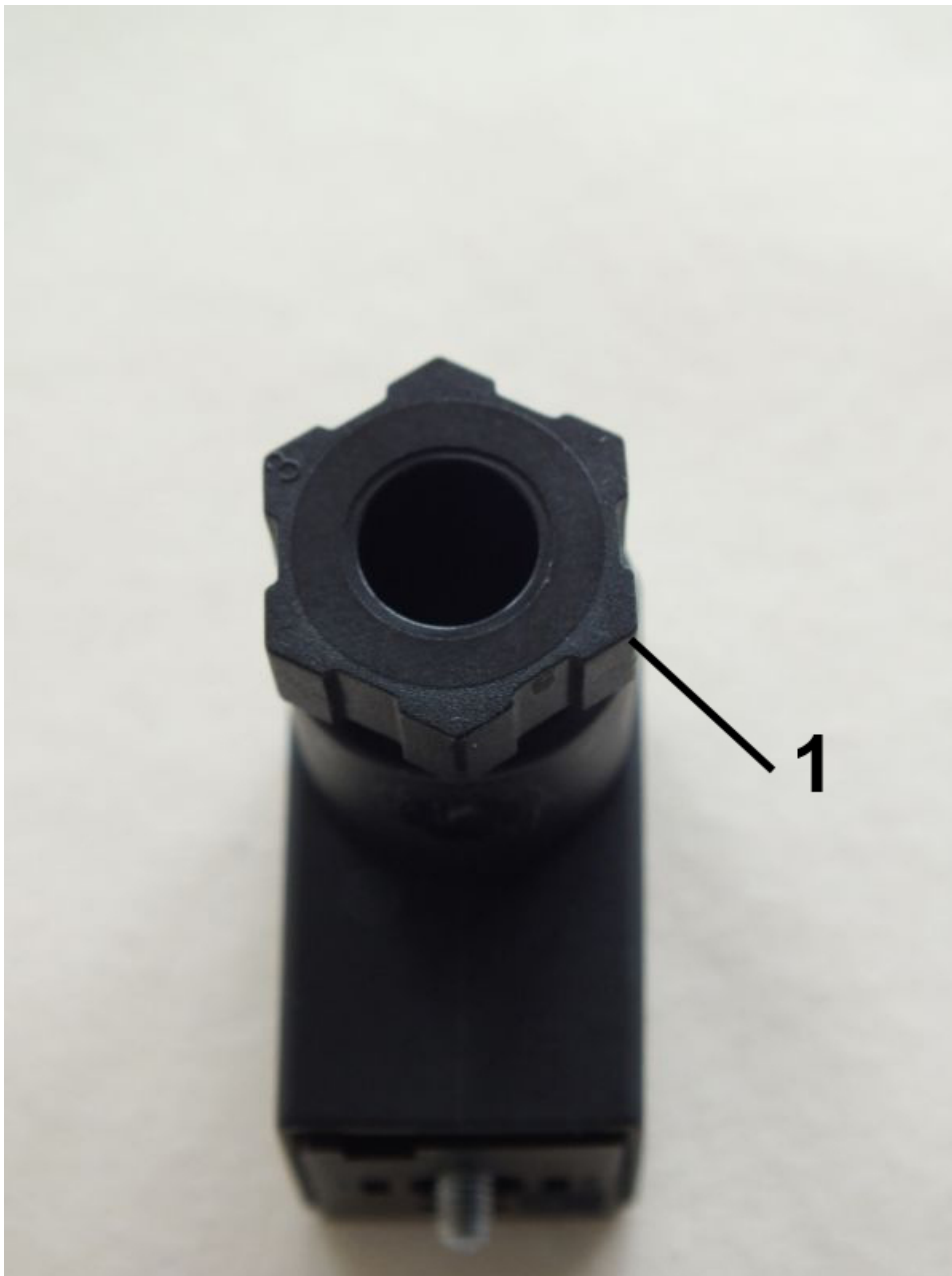

Abb. 24: Verschraubung lösen
- 4.** ➤ Verschraubung (Abb. 24/1) durch drehen nach links lösen
- 8.** ➤ Verschraubung (Abb. 24/1) durch Drehen nach rechts wieder anziehen